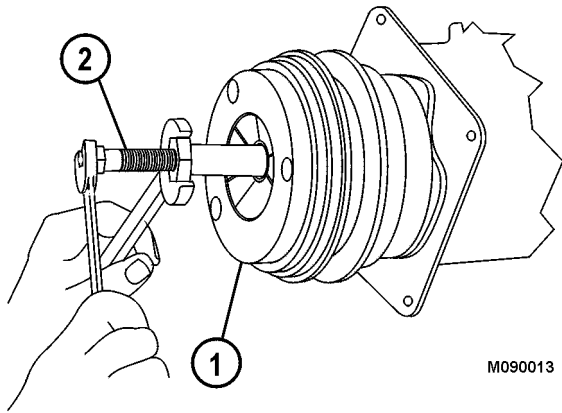

FIGURA 4-19.
4. Ensarte la placa del embrague y el extractor del conjunto del cubo (2, Figura 4-19) en el cubo del conjunto del embrague (1). Sostenga el cuerpo del extractor con una llave y apriete el tornillo central para sacar la placa del embrague y el conjunto del cubo del compresor.